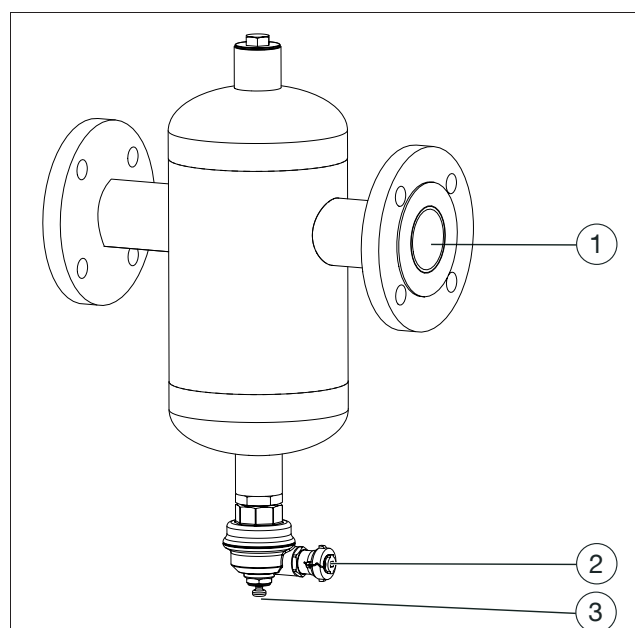
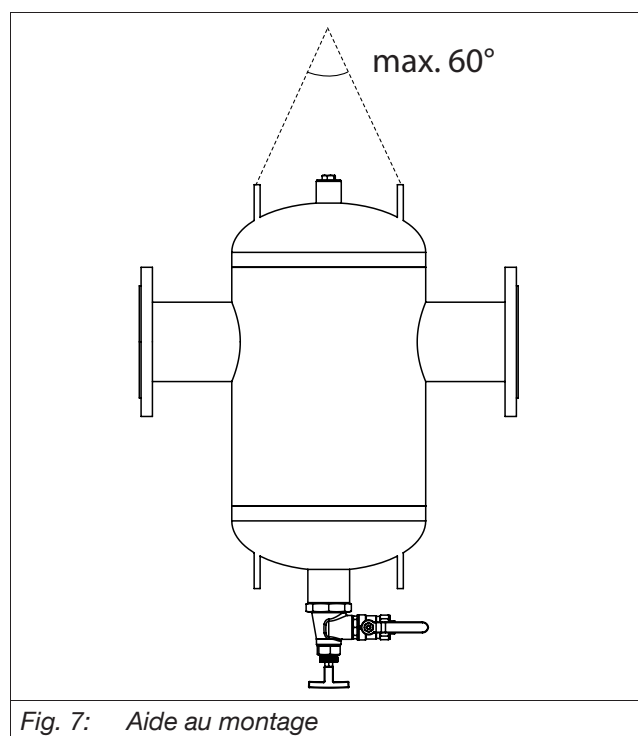

Fig. 2: Configuration
Fig. 7: Aide au montage
- Les œillets disposés sur le séparateur de boues servent à faciliter le montage lors du levage (voir Fig. 2 et Fig. 7).